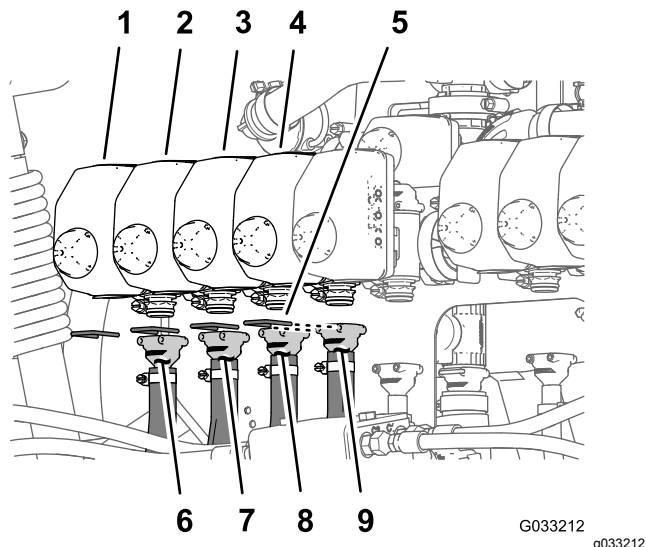
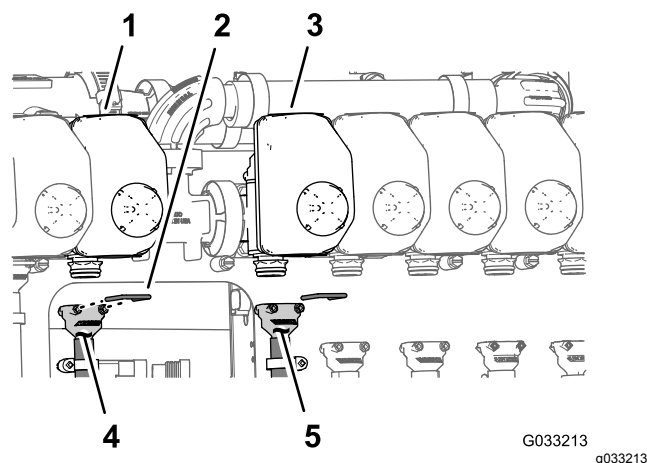
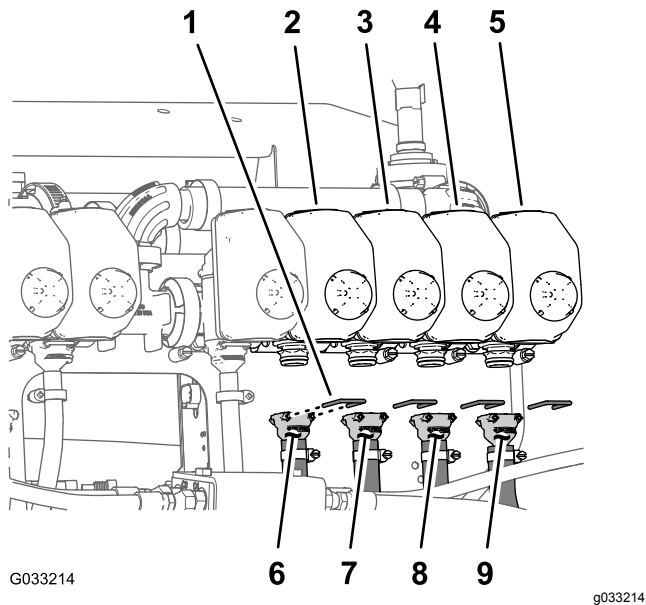

図 103
図 104
図 105
注 ノズルバルブの位置については 図 103 各ホースをノズルバルブ~4番に取り付ける。(ページ 46)、図 104 ホースをノズルバルブ5および6番に取り付ける。(ページ 46)、および図 105 各ホースをノズルバルブ7~10番に取り付ける。(ページ 47)を参照してください。
1. 給液ホース279cmのバーブ付きストレートフィッティングを、ノズルバルブ1番のカップラに組み付ける 図 103。
2. リテーナを使って、バーブ付きフィッティングをバルブに固定する 図 103。
3. 給液ホース234cmのバーブ付きストレートフィッティングを、ノズルバルブ2番のカップラに組み付ける 図 103。
4. リテーナを使って、バーブ付きフィッティングをバルブに固定する 図 103。
5. 給液ホース188cmのバーブ付きストレートフィッティングを、ノズルバルブ3番のカップラに組み付ける 図 103。
6. リテーナを使って、バーブ付きフィッティングをバルブに固定する 図 103。
7. 給液ホース188cmのバーブ付きストレートフィッティングを、ノズルバルブ4番のカップラに組み付ける 図 103。
8. リテーナを使って、バーブ付きフィッティングをバルブに固定する 図 103。
1. 給液ホース81cmのバーブ付きストレートフィッティングを、ノズルバルブ5番のカップラに組み付ける 図 104。
2. リテーナを使って、バーブ付きフィッティングをバルブに固定する 図 104。
3. 給液ホース81cmのバーブ付きストレートフィッティングを、ノズルバルブ6番のカップラに組み付ける 図 104。
4. リテーナを使って、バーブ付きフィッティングをバルブに固定する 図 104。
1. 給液ホース188cmのバーブ付きストレートフィッティングを、ノズルバルブ7番のカップラに組み付ける 図 105。
2. リテーナを使って、バーブ付きフィッティングをバルブに固定する 図 105。
3. 給液ホース188cmのバーブ付きストレートフィッティングを、ノズルバルブ8番のカップラに組み付ける 図 105。
4. リテーナを使って、バーブ付きフィッティングをバルブに固定する 図 105。
5. 給液ホース234cmのバーブ付きストレートフィッティングを、ノズルバルブ9番のカップラに組み付ける 図 105。
6. リテーナを使って、バーブ付きフィッティングをバルブに固定する 図 105。
7. 給液ホース279cmのバーブ付きストレートフィッティングを、ノズルバルブ10番のカップラに組み付ける 図 105。
8. リテーナを使って、バーブ付きフィッティングをバルブに固定する 図 105。